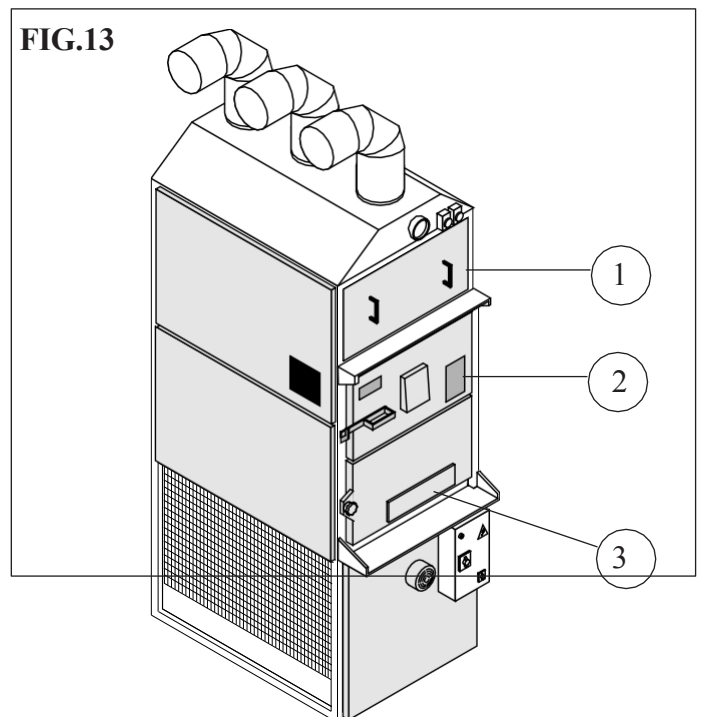

FIG.13
Om de verbranding aan te passen, regel je de zuigkracht in de onderste stand (afb.13 pos.3).
Om de verbranding aan te passen, regel je de zuigkracht in de onderste deur (pos.3 in afb.13).
De machine mag alleen met brandstof worden geladen via de bovenste deur (pos. 1 in afb.13). Voorbeelden van brandstoffen zijn:
- open de twee voorste deuren (pos. 1 en 2 in afb.13).
Als de heteluchtgenerator aan staat, bestaat de kans dat het alarm afgaat. Dit komt door de overmatige warmte die door de oven wordt gegenereerd. Verlaag in dit geval de warmteontwikkeling door de luchtaanzuiging uit te schakelen (pos. 3 in afb. 13) en stop met het laden van brandstof.
U kunt de oven uitschakelen door de luchtaanzuiging uit te schakelen (pos. 3 in afb. 13)